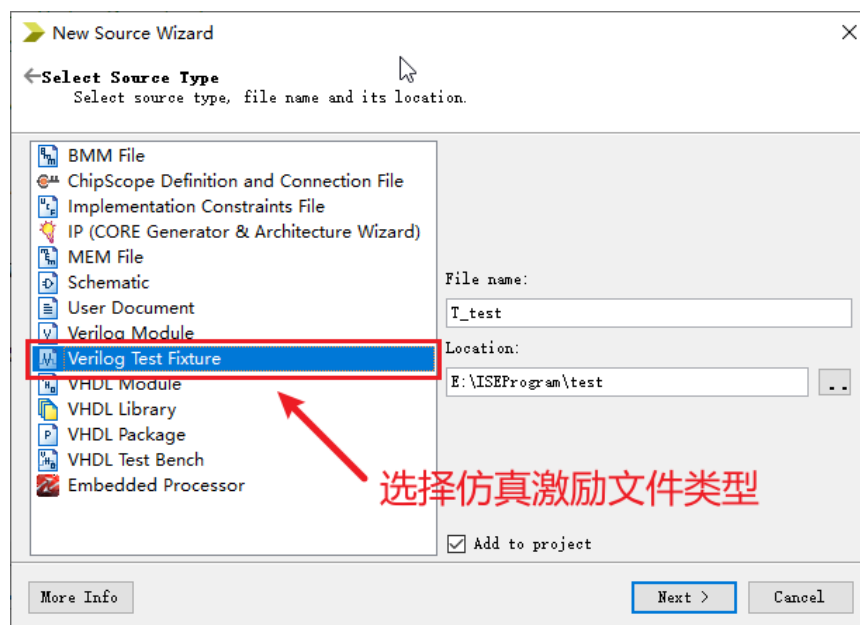

图 2-18 新建仿真激励文件
2) 对 Verilog Module 进行仿真需要向工程中添加与模块对应的仿真激励文件，添加文件的方式与 2.3 小节“添加模块”中所描述的操作方式基本相同，差异在于文件类型选择“Verilog Test Fixture”，如图 2-18 所示。